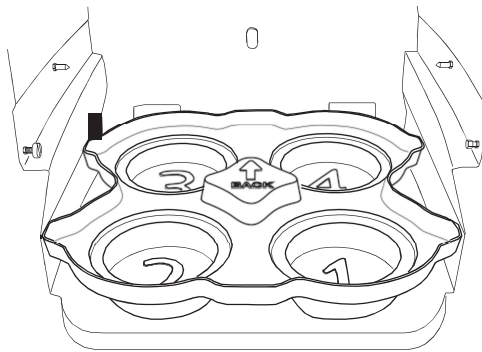

Figure 2-4 Installation de l'embase de positionnement
2. Faites glisser l'embase de positionnement au fond du compartiment réfrigéré (Figure 2-4). Notez que la flèche doit pointer vers l'arrière du réfrigérateur.